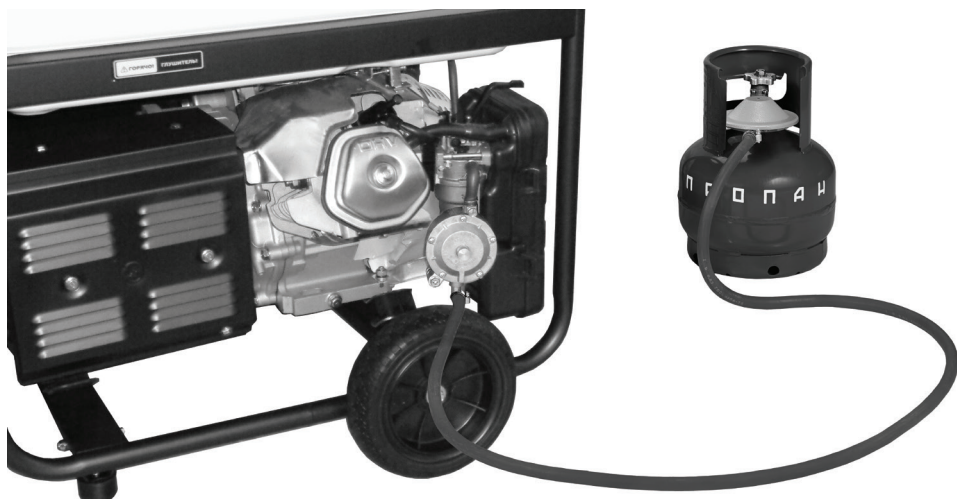

Рис. 10 Подключение газового баллона
3. Установите регулятор давления на баллон и закрепите его стандартной накидной гайкой с левой резьбой. При этом между регулятором давления и баллоном должна быть установлена специальная прокладка. Регулятор давления должен быть установлен в горизонтальной плоскости относительно вентиля баллона (Рис. 10).